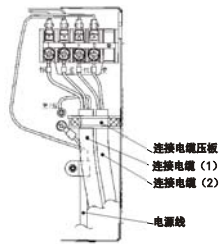
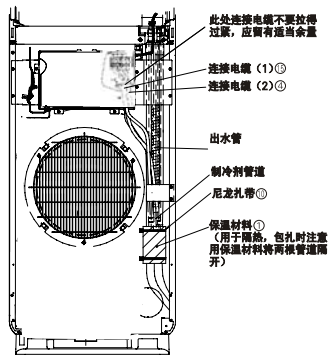

图 17
图 18
(2) 按图17、图18所示进行接线。
- (3) 必须将黄/绿芯线接至带有“⊕”标志的端子上。
- (4) 将连接电缆用电线压板压紧,以防止拉线端子受力后脱落。
- (5) 将制冷剂管道用附件⑮尼龙扎带按图18要求扎起来。
- (6) 将电源线、连接电缆(1)、(2)从制冷剂管道外连接管通过的管道孔穿过。且如果从后板或左右侧板穿过,管道孔必须装上管道护孔环,以防电源线、连接电缆破损发生漏电危险。